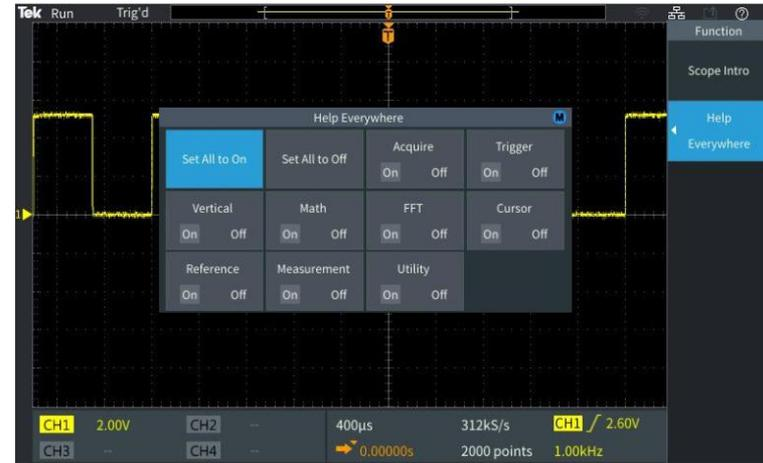

图 1. 打开 HelpEverywhere
2. 按下 **HelpEverywhere** 侧键 (图 1).